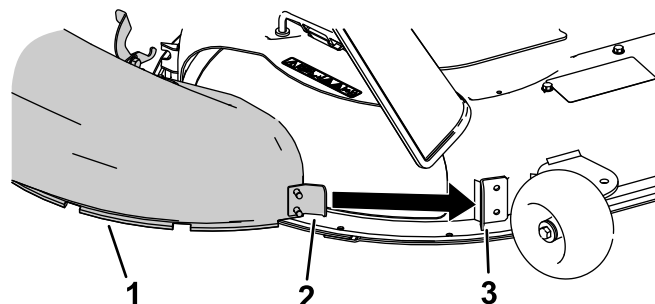

Figura 20
1. Oriente a patilha de metal na calha para a ranhura no suporte soldado à plataforma do cortador (Figura 20).